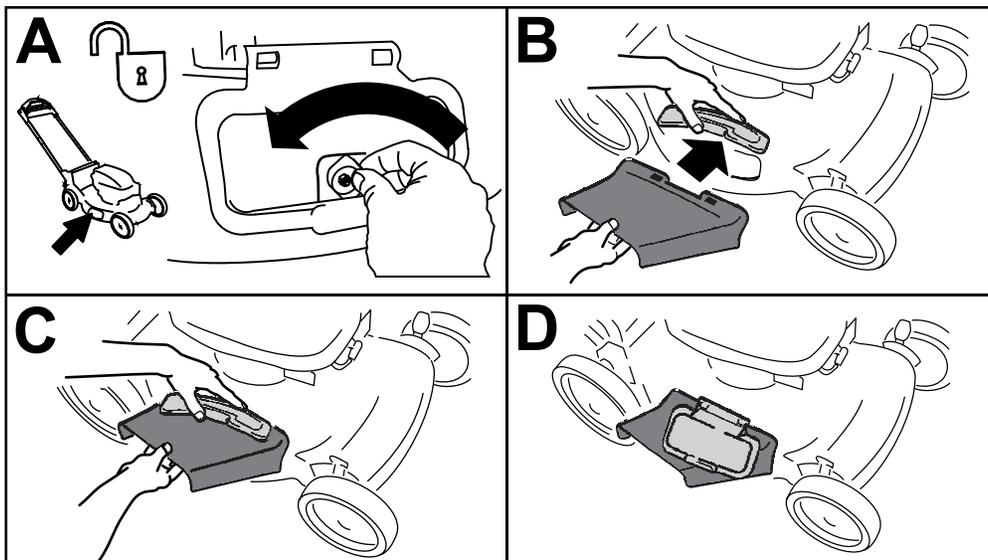

Figura 21
1. Desbloquee el deflector de descarga lateral (Figura 21, A).
2. Levante el deflector de descarga lateral (Figura 21, B).
3. Instale el conducto de descarga lateral y cierre el deflector sobre el conducto (Figura 21, B, C, y D).